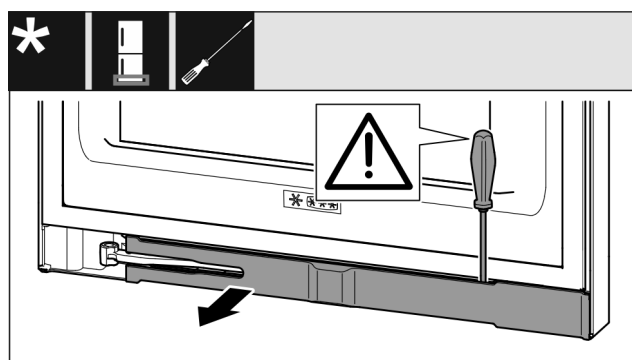

Fig. 17
- ▶ Paneel met een platte schroevendraaier ontgrendelen en opzij draaien. (zie Fig. 17)